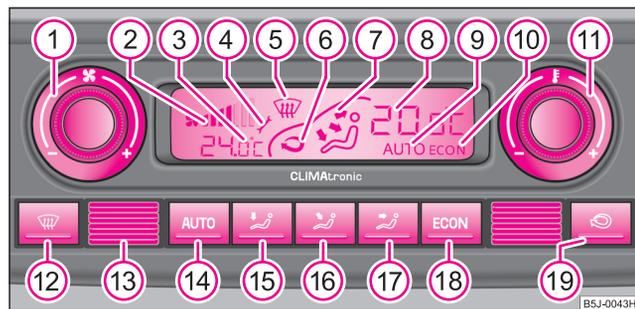

Fig. 97 Climatronic: Elementos de mando
- Pulse la tecla **AUTO** ⇒ página 90, fig. 97.
Pulse y mantenga pulsadas las teclas **ECON** y **AUTO** ⇒ página 90, fig. 97. En el display aparecerán los datos en la unidad de medida deseada de la temperatura.
- Pulse la tecla  ⇒ página 90, fig. 97.
- Girar el regulador giratorio ① ⇒ página 90, fig. 97 hacia la izquierda (disminuir el número de revoluciones del ventilador) o hacia la derecha (aumentar el número de revoluciones del ventilador).